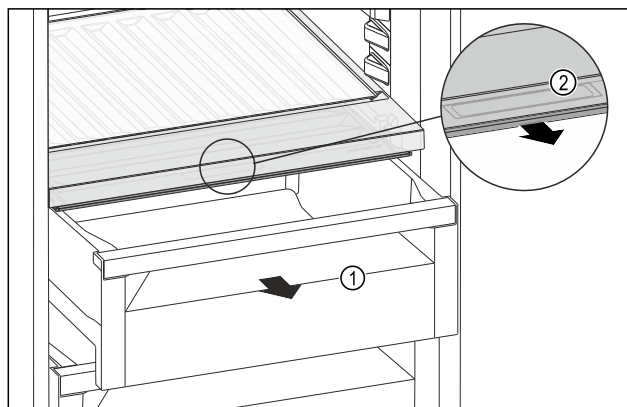

Fig. 214
- Vytiahnite zásuvku Fig. 214 (1).
- Uchopte priehlbinu na rukoväť Fig. 214 (2) na veko zásuvky a súčasne ťahajte veko zásuvky dopredu.